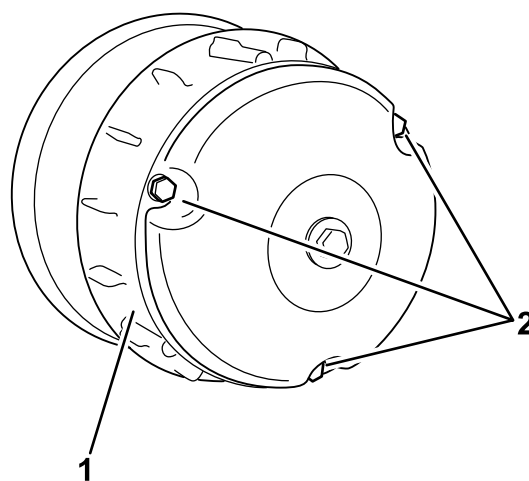

Figure 60
- Retirez les 3 boulons qui fixent le couvercle de l'embrayage et déposez le couvercle (Figure 60).
- Posez le couvercle d'embrayage et fixez-le avec les 3 boulons (Figure 60) que vous avez retirés à l'opération 2.